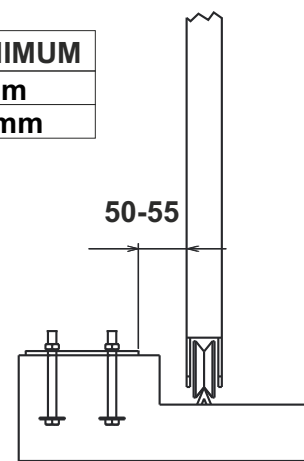

Fig. 4
- 2.3. Avant de sceller la plaque d'ancrage, assurez-vous qu'elle est parfaitement horizontale et que la dimension de 50-55 mm indiquée sur la Fig. 4 est respectée.
4.1. Fixez le motoréducteur à la plaque de fondation à l'aide des vis fournies (Fig. 6), en ajustant sa position latérale et sa hauteur (Fig. 7) pour respecter les dimensions mentionnés sur la Fig. 4